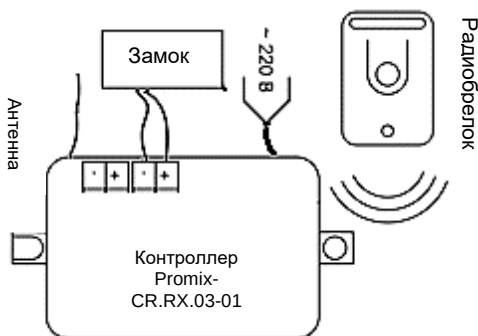

Рис.1.Блок-схема подключения комплекта
13. Установить контроллер управления и подключить к нему замок (см. рисунок 1).
16. Убедиться в работоспособности собранной схемы (см. рисунок 1).